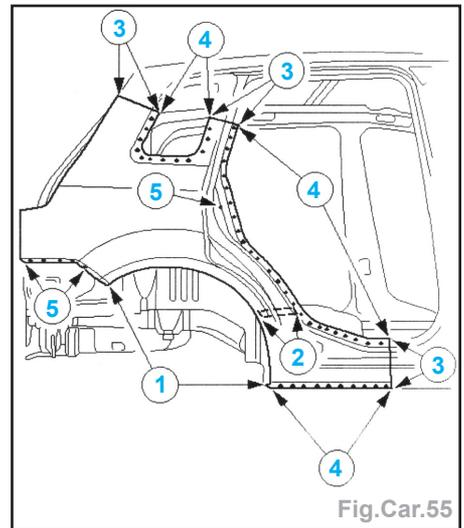

Fig.Car.55
- Appliquer de la colle sur le bord rabattu (1) et rabattre la bride de passage de roue.
- Appliquer du matériau de protection des bords rabattus (2) sur l'élément contre les bruits et vibrations, souder (3) en cordon continu sous gaz, souder par points (4) et par bouchonnage (5) (Fig. Car.55).